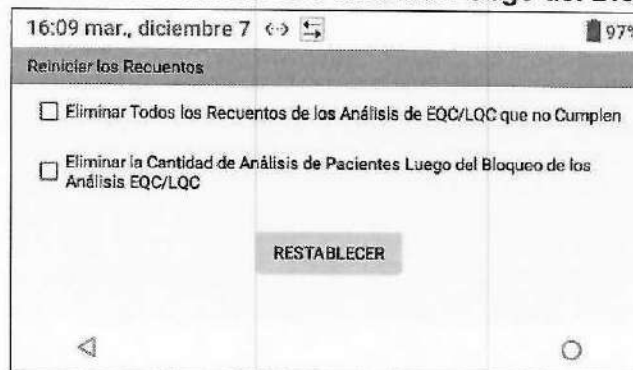

Figura 21: Reiniciar los Recuentos
- 2 Marque las casillas de los recuentos que desea reiniciar (Figura 21):